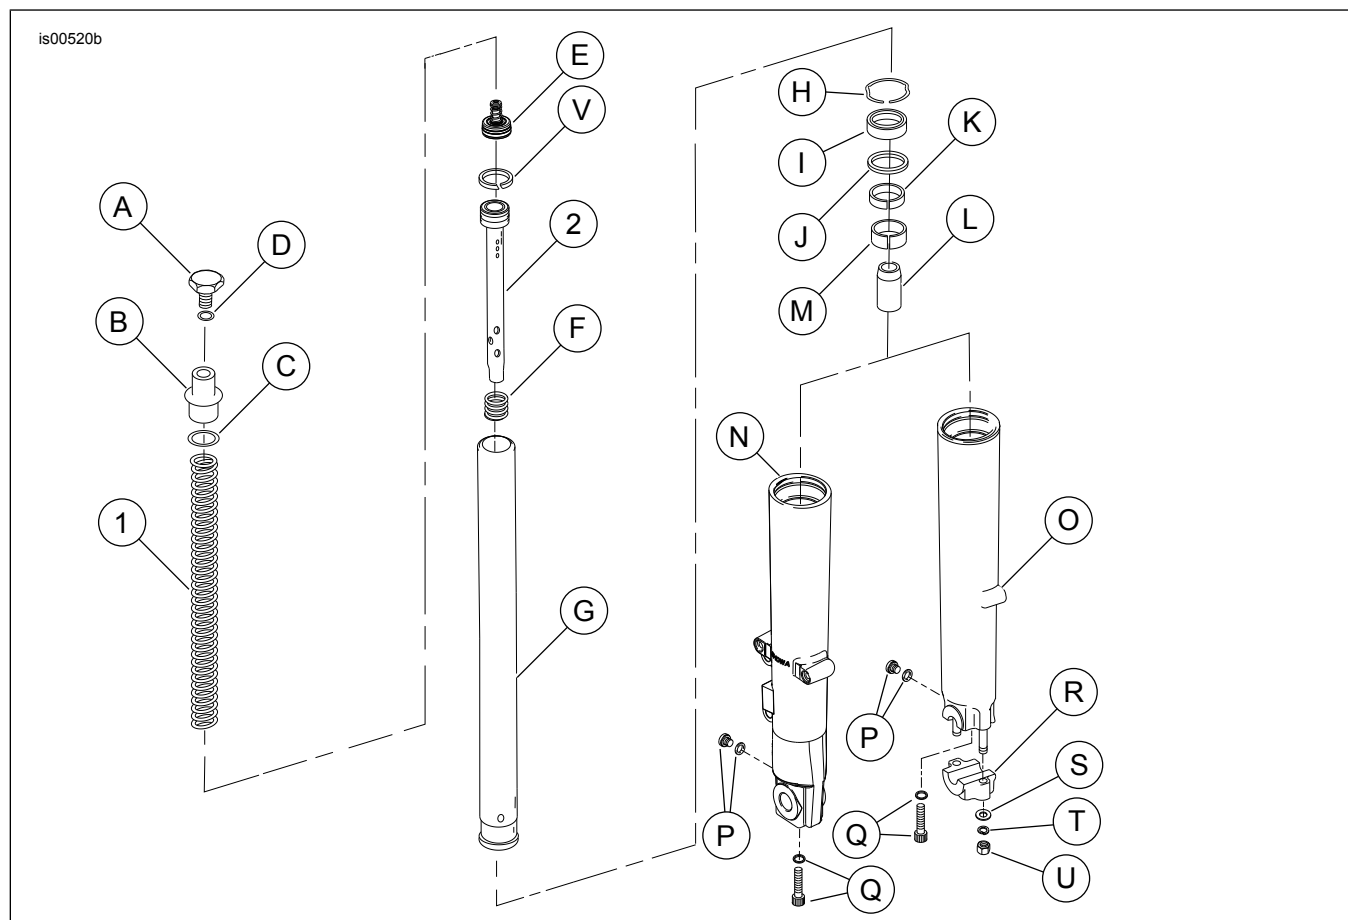

Figura 6. Piezas de servicio: Kit para bajar la parte delantera de los modelos Touring
2. Vea Figura 6. Quite las tuercas (U), las arandelas de seguridad (T), las arandelas planas (S) y el sujetador del eje (R) de los espárragos en el extremo del deslizador de la horquilla (O).
Consulte Figura 6 para los pasos 4-16.
Consulte Figura 6 para el siguiente procedimiento.